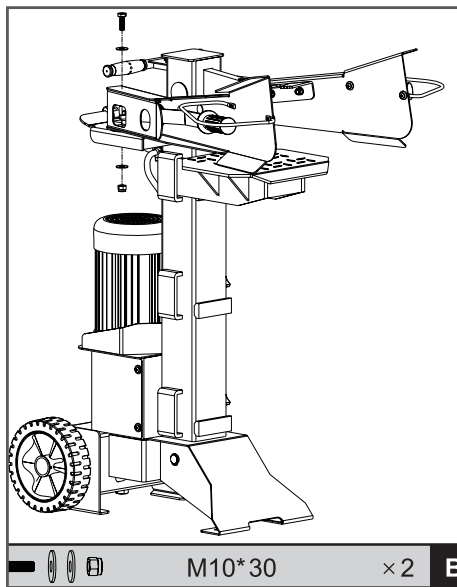

Рис. 4 Установка рычагов управления.
4. Установить рычаги управления и закрепить их винтами и гайками (Рис. 4)
1. Установите дровокол на ровную горизонтальную поверхность и убедитесь в его устойчивости. Закрепите дровокол на поверхности винтами и гайками М10х30 (Рис. 4).